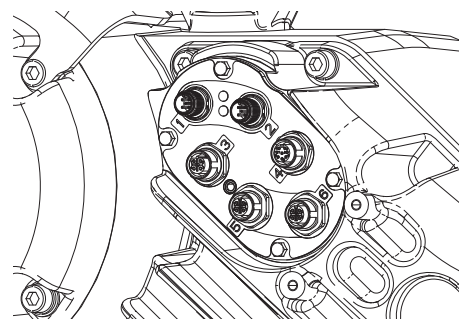

ABB. 27
2. Den Trennschalter (M) auf OFF drehen.
- a. Antriebsgehäusedeckel (HC) abnehmen.
- c. Kabelhalter (CG) lösen.
- d. Die Drähte vom Antriebsgehäuse entfernen, indem Sie diese durch den Kabelhalter (CG) ziehen.
- e. Die an den Anschlüssen 1-6 an der Seite des Antriebs angeschlossenen Kabel trennen, wie dargestellt in **ABB. 27**.